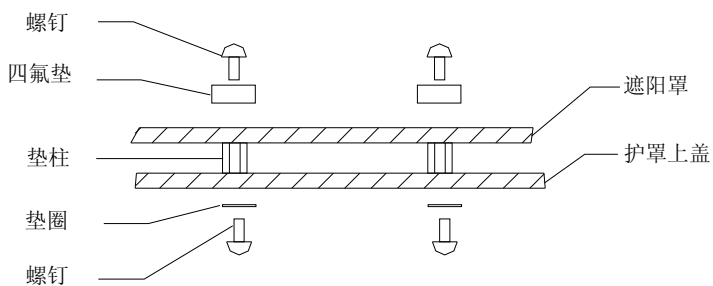

图 3
2. 将遮阳罩两孔位对准垫柱中心孔，用螺钉将遮阳罩固定牢固，安装位置如图 3 所示。